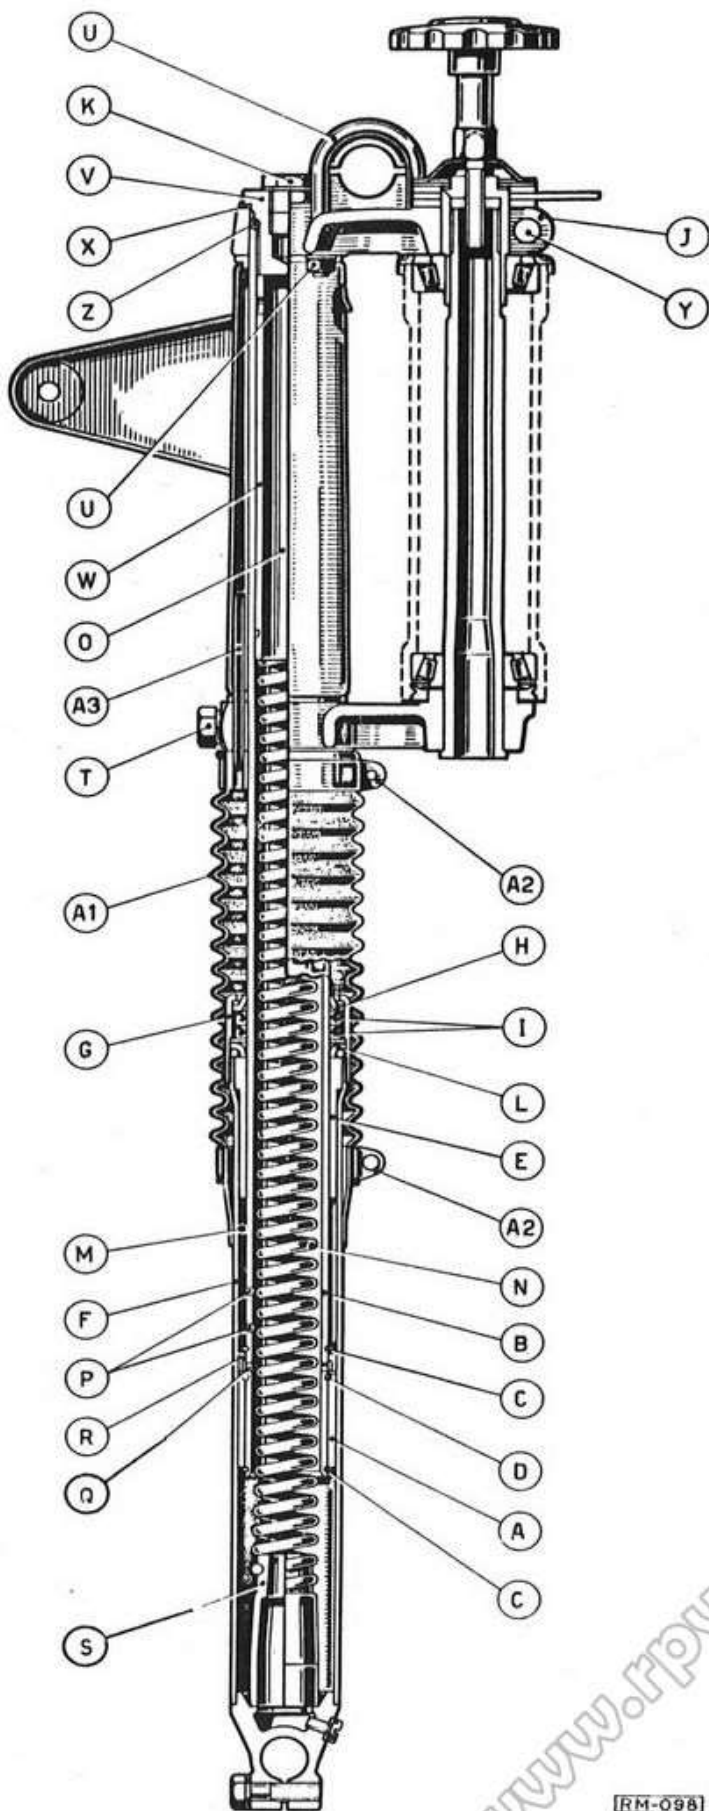

Fig. 98 - Sezione della forcella telescopica anteriore.
Svitare e togliere i due bulloni (T) di bloccaggio dei tubi di forza alla traversa inferiore della forcella: si liberano così gli attacchi del parafrangente dell'avvisatore acustico. (vedi fig. 98).
Smontaggio delle parti componenti (fig. 98)
223 Gli anelli di tenuta devono essere in ottime condizioni, con gli spigoli dei labbri che non presentano visibili tracce di usura. Rispettare l'ordine di montaggio primitivo, rappresentato nella fig. 98. Tenere presente che durante il funzionamento della forcella, tutto il dispositivo di tenuta è soggetto a pressioni rilevanti, mentre non è ammissibile la più piccola perdita.